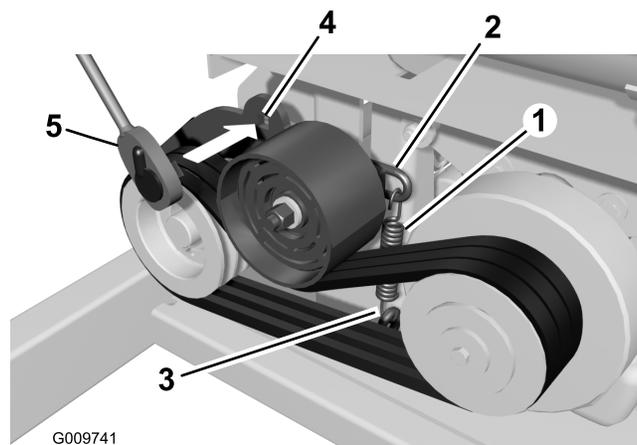
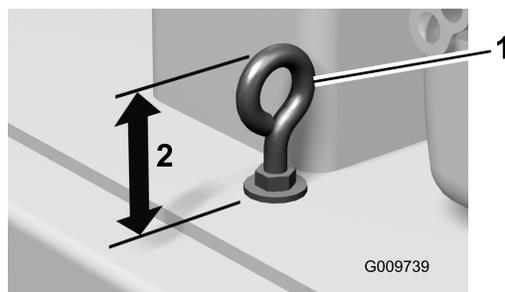

図 55
図 58
2. ベルトの状態を点検する図 55。
B. アイドラ・アームの四角穴にソケット・レンチを差し込んで、レンチを上向きに回す図 55。
4. ベルトの張りを強くするには、アイ・ボルトについている上ナットをゆるめ、下ナットを締め付けてアイ・ボルトの長さを縮めてスプリングの張りを強くします図 55 と 図 58。